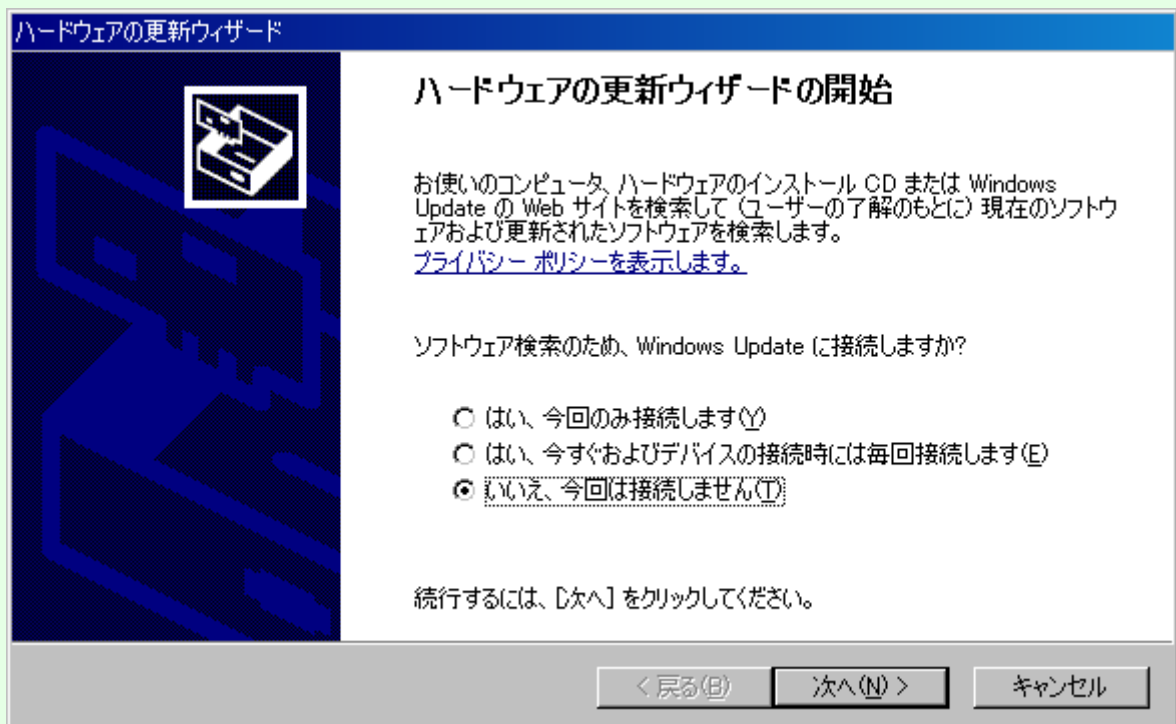

図 1-4
- ② 「ドライバの更新(P)...」を選択してハードウェアの更新ウィザードを開始します。（図 1-4）
- ③ 「◎いいえ、今回は接続しません(T)」 を選択して「次へ(N)>」を押します。